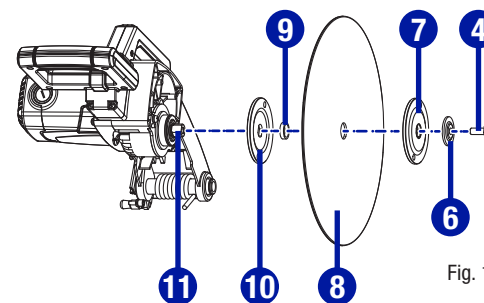

Fig. 18
- Retirez le boulon de l'arbre (4), la bride de petite taille (6), la bride externe (7), le disque abrasif (8), la rondelle interne (9), et la bride interne (10) de l'arbre (11). (Fig. 18).